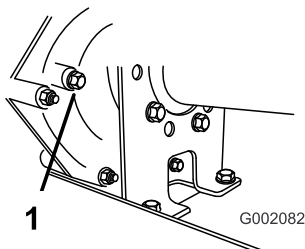

Figure 55
2. Enlevez le boulon de l'orifice indicateur de niveau (Figure 55).